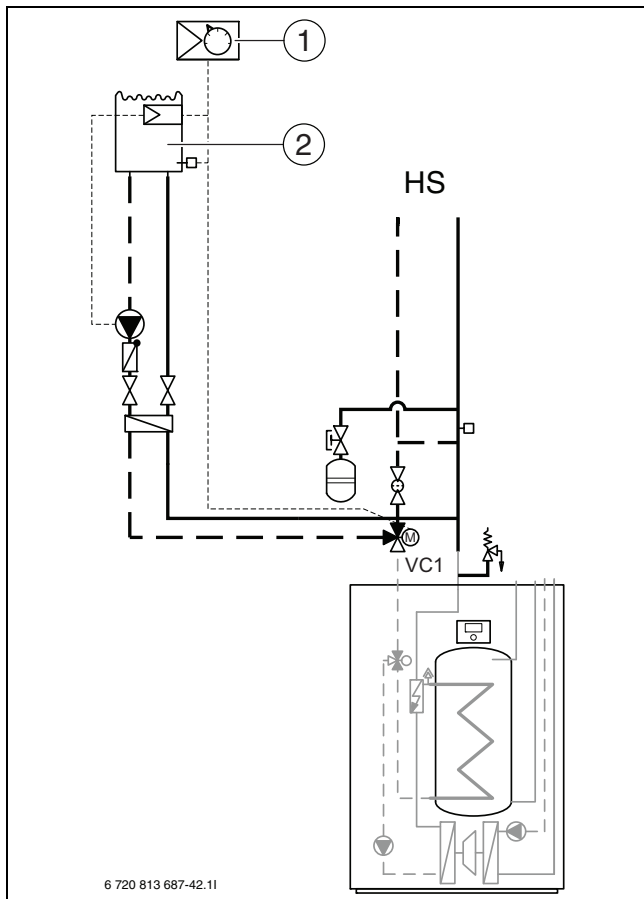

Рис. 37 Пример отопительной системы с бассейном
- ▶ Установите смеситель бассейна в обратную линию к тепловому насосу (→ [VC1] рис. 37).